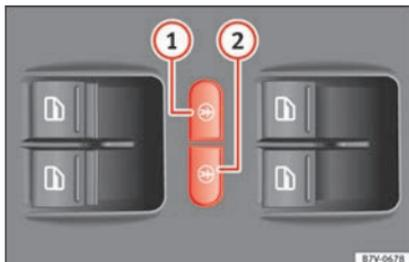

Fig. 136 Na porta do condutor: botões do sistema de segurança elétrico para crianças.
O sistema de segurança elétrico para crianças evita a abertura e o fecho das portas de correr e dos vidros elétricos das mesmas a partir do interior, para que as crianças não abram uma porta acidentalmente durante a condução. Com o botão esquerdo » **Fig. 136** ① ou direito ②, ativa-se o sistema de segurança para crianças no lado traseiro esquerdo ou direito, respetivamente.
Ativar:	Pressione brevemente o botão » Fig. 136 ① ou ②.